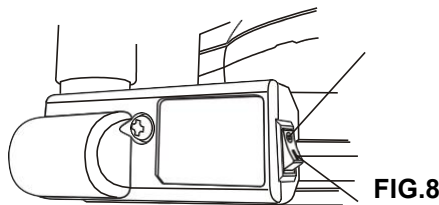

FIG.8
Pour allumer le laser, appuyez sur le côté gauche de l'interrupteur laser (1) (Fig. 8). Pour éteindre le laser, appuyez sur le côté droit de l'interrupteur laser.